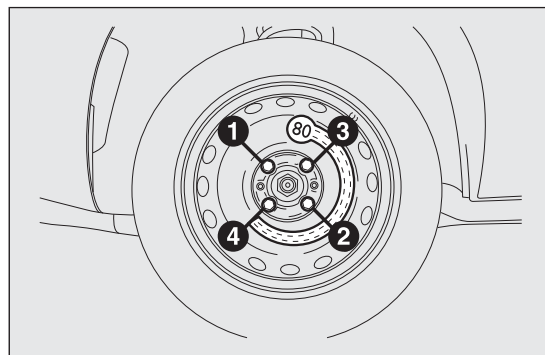

fig. 129
- ☐ con la llave suministrada, apretar a fondo los pernos, pasando alternativamente de un perno al diametralmente opuesto, siguiendo el orden numérico ilustrado en fig. 129.
- ☐ utilizando la llave suministrada, apretar a fondo los pernos según el orden representado anteriormente para la rueda de repuesto (ver fig. 129);